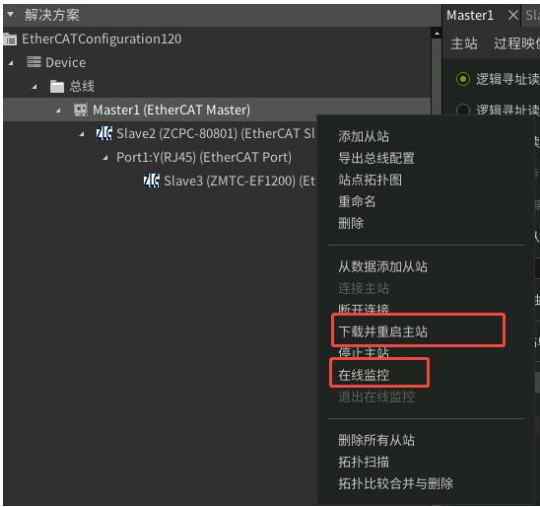

图 4.11 启动主站并监控
(8) 启动主站，并进入在线监控。完成以上配置后，右键“Master->下载并重启主站”，完成后右键“Master->在线监控”，如图 4.11 所示。